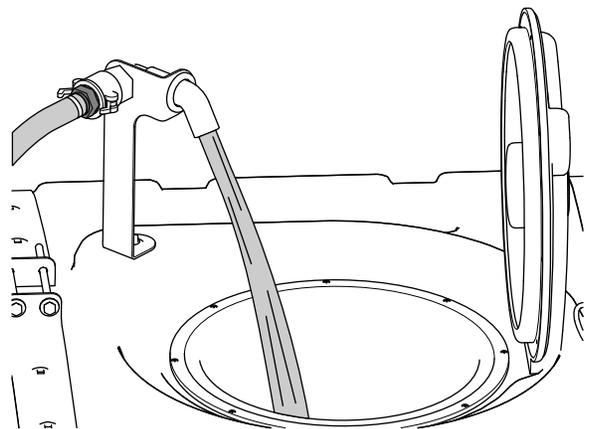

Figura 26
5. Añada 3/4 de la cantidad de agua necesaria al depósito de fumigación (Figura 26).